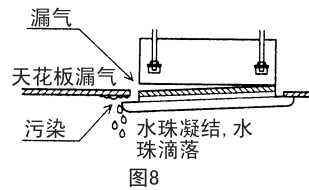

图8
- 拧螺钉不当可能造成图 8 中的故障，因此螺钉要适当拧紧。